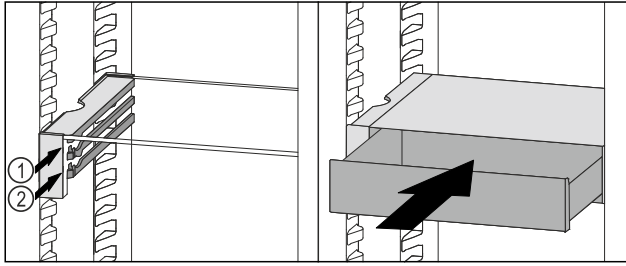

Fig. 88
- ▶ 将 VarioSafe 抽屉放置在所需肋梁 Fig. 88 (1) 或 Fig. 88 (2) 上的止动器后面。